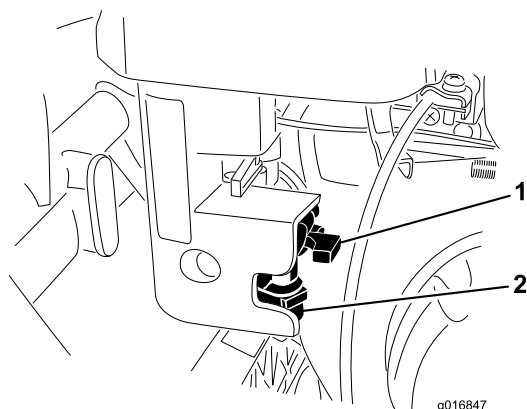

Figura 40
1. Chiudete la valvola d'intercettazione del carburante e svitate la coppa del carburante dal corpo del filtro (**Figura 40**).